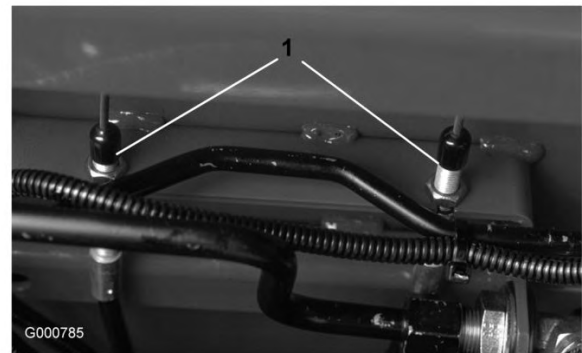

Figura 76
2. Per ridurre il gioco dei pedali del freno, stringete i freni allentando il dado anteriore sull'estremità filettata del cavo del freno (Figura 76). Serrate quindi il dado posteriore per spostare indietro il cavo fino ad ottenere un gioco compreso tra 1,25 e 2,5 cm per i pedali dei freni. Serrate i dadi anteriori dopo avere regolato correttamente i freni.